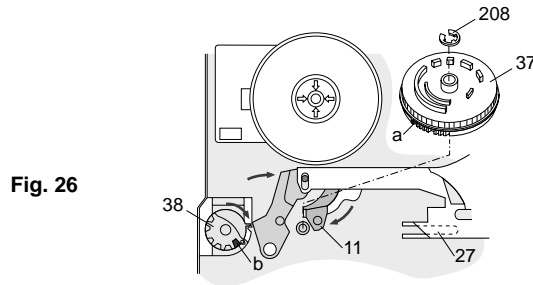

Fig. 26
- Déplacer le levier de commande du galet presseur (Pos. 11) et le curseur (Pos. 27) dans le sens des flèches (Fig. 26) jusqu'à la butée.
- Placer la came (Pos. 37) de façon à ce que la grande dent s'engage dans la grande lacune dans la mécanique du logement cassette (Pos. 38, Fig. 26) lorsqu'elle est tournée dans le sens des aiguilles d'une montre.
- Sécuriser la came (Pos. 37) avec un circlip (Pos. 208) (Fig. 26).